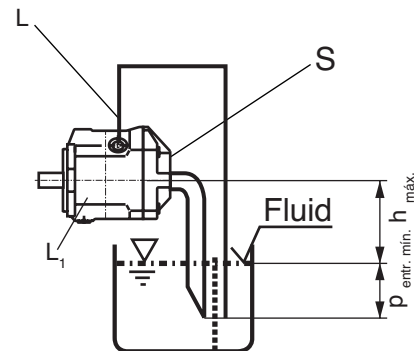

Fig 4
Montar tubulação nas conexões "L", "L₁" e event. "S" conforme fig. 4.
a) Montagem sobre o tanque conforme fig. 4.